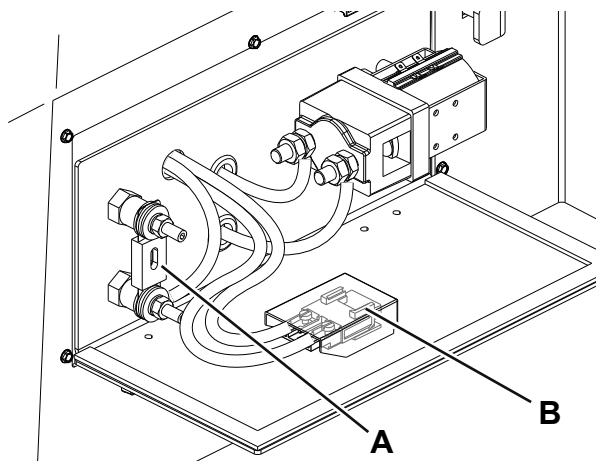

Figure 9
3. Tourner la clé de contact (57) sur "O", puis l'enlever.
4. Ouvrir le couvercle de la boîte à fusibles (23).
5. Contrôler l'intégrité des fusibles suivants (Fig. 9) :
- (A) : F0 (250 A), moteur électrique pompe principale
- (B) : F10 (30 A) (B), composants auxiliaires